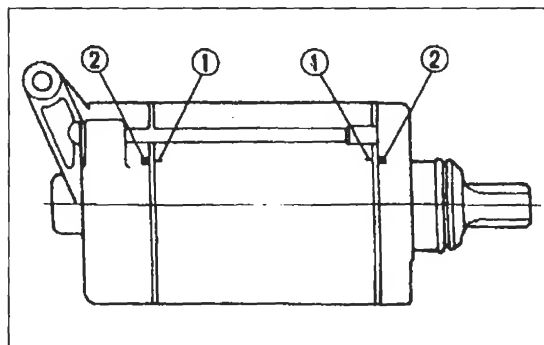

Bild 80
- Beilagscheiben in der bei der Demontage gemachten Anzahl montieren, O-Ringe ③ aufsetzen und Gehäusedeckel so anbringen, dass Markierungen wie in Bild 80 gezeigt fluchten.